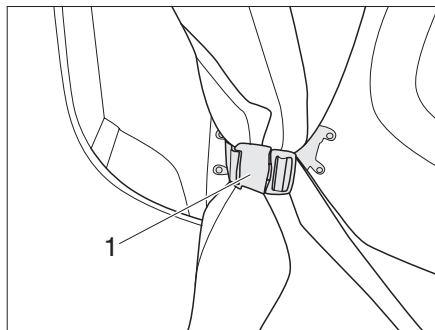

Fig. 57 Techo elevable con cierre de cinturón
- ▶ Abrir los cierres de cinturón (Fig. 57,1) a ambos lados del techo elevable.
- ▶ Cerrar los cierres de cinturón (Fig. 57,1) a ambos lados del techo elevable.